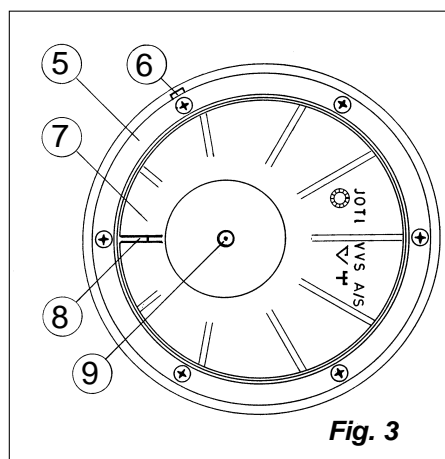

Fig. 3
- Varm belegget godt. Press klemringen (5) ned i sluket. Se fig. 3 hvordan ringen skal monteres.
- Trykk risten på plass. Tappen på siden av risten skal ligge i firkantuttaket (6) i klemringens topp.
Utløpet kan renses etter at vannlåsen er fjernet. Vannlåstrakt (7) trekkes enklet opp ved å stikke fingrene ned i trakten og ta tak under denne. Vannlåsopp (9) trekkes rett opp. Montering i motsatt rekkefølge. Vær nøye med at vannlåstrakten med gummiring kommer riktig på plass. Fukt gummiringen med vann, plassér trakten som vist på fig. 3 med ribben rett mot bakre skrue og trykk ned – først i bakkant deretter rundt – til det stopper.